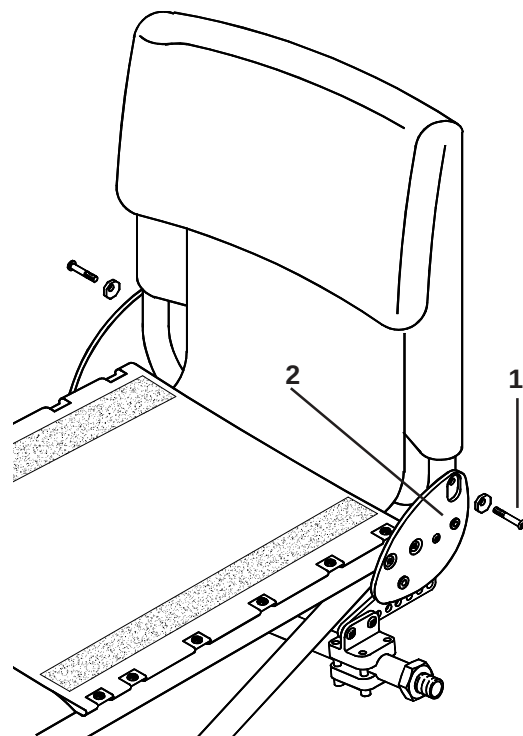

Fig. 28
De rughoek (Fig. 28) wordt afgesteld door het, met behulp van een 5 mm inbussleutel, losdraaien van de gemonteerde excentrische bout (1). Draai de bout van het scharnierpunt (2) met gebruik van een 4 mm inbussleutel zover los, dat de excentrische bout kan draaien. Wanneer de gewenste positie bereikt is draait u de excentrische bout en de bout van het scharnierpunt in de uitsparing vast op een aanhaalmoment van 7-12 Nm.